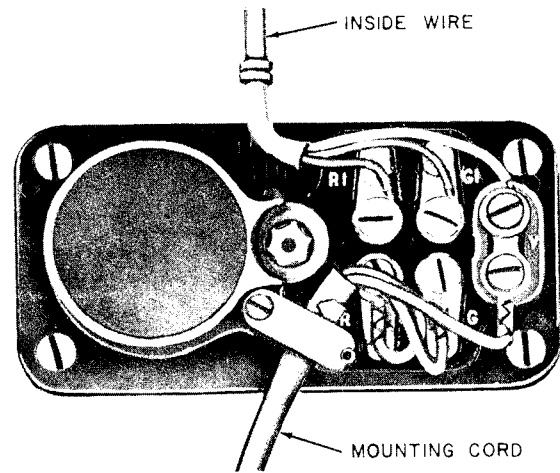

Fig. 5—Cording Diagram, 1542A Inductor
4.03 *1542A Inductor* (Fig. 5)